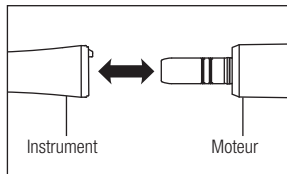

Fig. 1
- 1) Insérez l'instrument directement au moteur (Fig. 1). Vissez l'instrument jusqu'à ce qu'un déclic retentisse indiquant que la pièce est verrouillée en position.